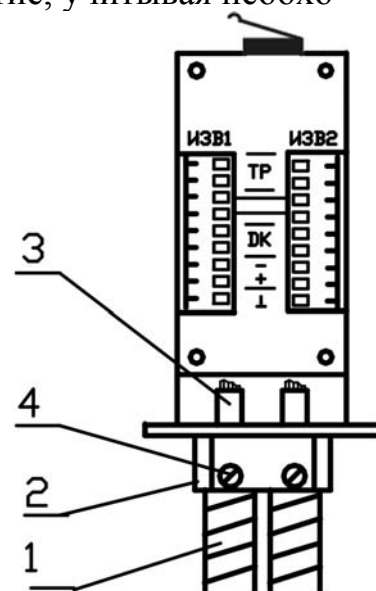

Рис.10.6
10.3.9 Пропустить кабели 1 (рис. 10.6) в металлорукавах через отверстия кабельных вводов 2 и подвести «разделанные» концы 3 кабелей к зажимам «ИЗВ1» или «ИЗВ2» для дальнейшего подключения.